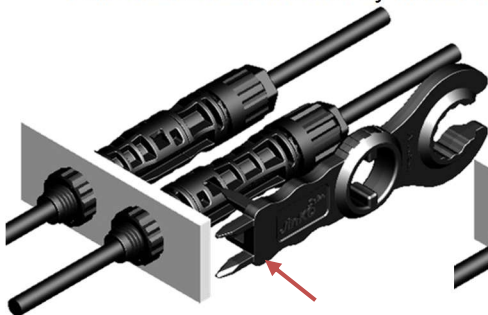

Figure 23
- ✧ 使用组装工具(类似 JKT-07) 带有插销的一端插入连接器的卡扣位置 (如图 23)。
Insert the forks into the buckle of the connector by the assembly tool such as tool JKT-07(Fig. 23).